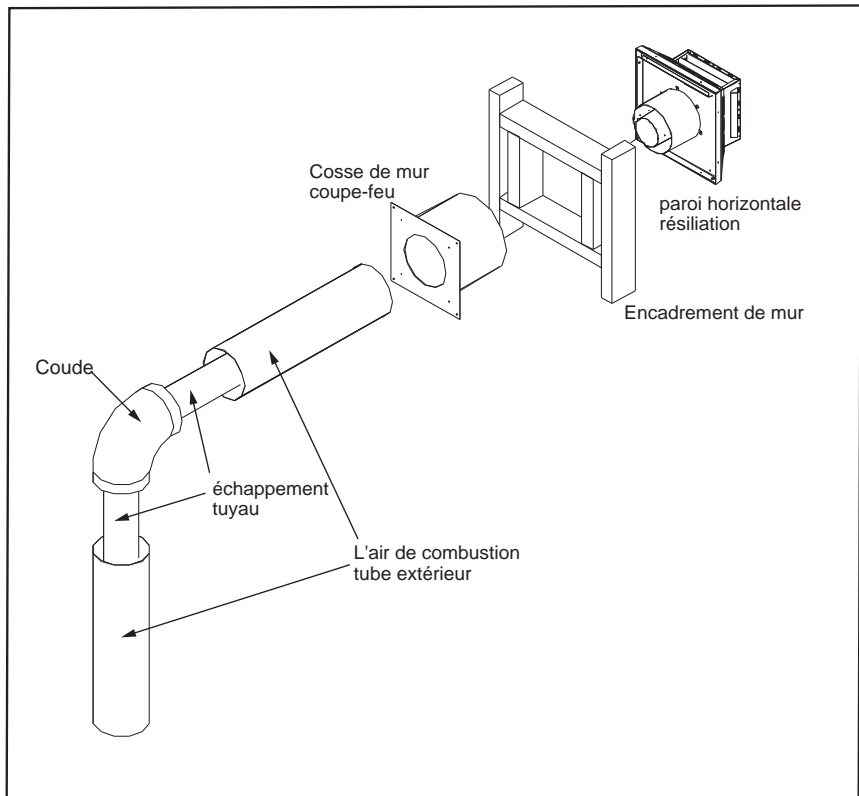

Figure 31 Vent Horizontal Résilience
Étape 3. Avec le tuyau dans la position correcte et attaché à la cheminée, marquez le mur pour un **10 "(25,4 cm) x 10" (25,4 cm)** trou carré (voir Figure 31). Le centre du trou doit correspondre à la ligne de centre du tube horizontal. Coupez et encadrez le trou dans le mur extérieur où l'évent sera résilié. Si la paroi étant traversée est fait d'un matériau non-combustible (par exemple en maçonnerie ou en béton) a **(17,8 cm)** trou **7 "**est acceptable.